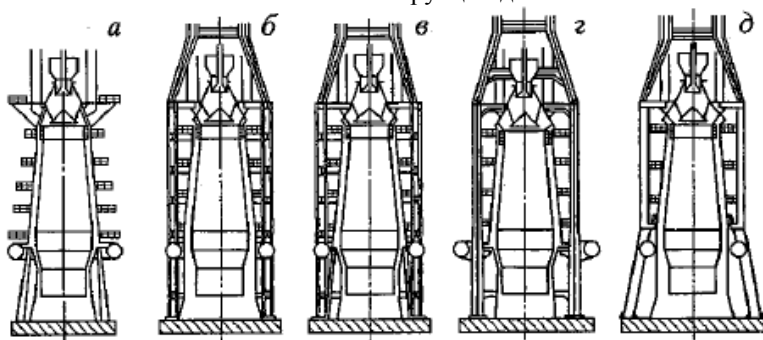
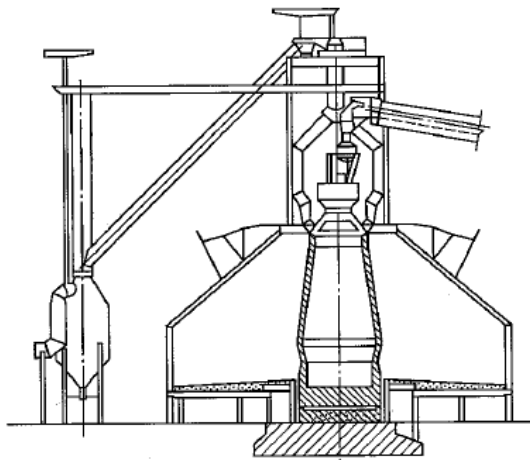

Рис. 1.- Различные типы металлоконструкций доменных печей
Рис. 2 - Самонесущий кожух шахты без маратора
1. Шотландский (рис. 1, а), с опорой колошника через кожух и маратор на так называемые основные колонны печи. Число колонн обычно делают кратным числу фурм. Другое сочетание неудобно, так как затрудняет обслуживание фурм и создает неравномерное размещение их по окружности горна.
2. Немецкий (рис. 1,б), с опорой колошника на четыре самостоятельные колонны. Несмотря на улучшенное обслуживание горна, в этой конструкции не исключено наличие значительных напряжений, так как вес шахты передается полностью на заплечики и фурменную зону.
3. Комбинированный (рис. 1, в), в котором уменьшены указанные выше напряжения, но усложнено обслуживание горна. Схема обеспечивает достаточную прочность и работоспособность кожуха
4. Японский (рис. 1, г), с шестью колоннами, имеющими кронштейны (применяют на современных печах Японии). Колонны тяжелы из-за эксцентриситета нагрузок. Диаметр кольцевого воздухопровода, расположенного вне колонн, значительно больше, чем в других вариантах. Это увеличивает и утяжеляет детали фурменного устройства. Возможности организации напольного транспорта вокруг горна ограничены.
5. Американский (рис. 1, д), с четырьмя колоннами, разработанный в последние годы в США. В этом случае устраняются последствия вибрации, вызываемые загрузочными устройствами, и имеется широкий доступ для обслуживания леток и фурм горна.
6. Самонесущий кожух шахты без маратора. Эту конструкцию применяли на доменных печах полезным объемом 3200, 5000 и 5500 м³. Опора колошниковой конструкции при этом выполнена в двух вариантах в зависимости от типа литейного двора. При прямоугольной его форме опора состоит из шести колонн, связанных вокруг печи кольцевой балкой, передающих нагрузку на фундамент печи. Опорную балку выполняют из стали 10Г2С1. На печах с кольцевыми литейными дворами опорные колонны отсутствуют и колошниковое устройство опирается на перекрытие шатра поддоменника (рис. 2).
Один из вариантов кладки цельноуглеродистой лещади из углеродистых блоков показан на рис. 1. В комбинированной лещади, один из вариантов которой показан на рис. 2, ее низ 1 и наружную часть (стакан) 4 выкладывают из углеродистых блоков, а внутреннюю центральную часть 2 и высокоглиноземистых муллитовых изделий, содержащих более 65 % Al_2O_3 . Высота лещади составляет $\sim 5,6$ м; это необходимо,